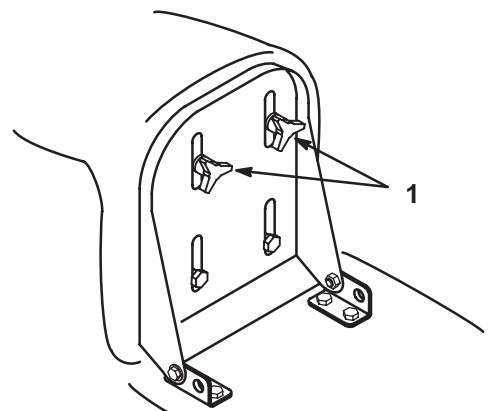

Bild 3
1. Heben Sie den Sitz an und lösen die Einstellräder (Bild 3).